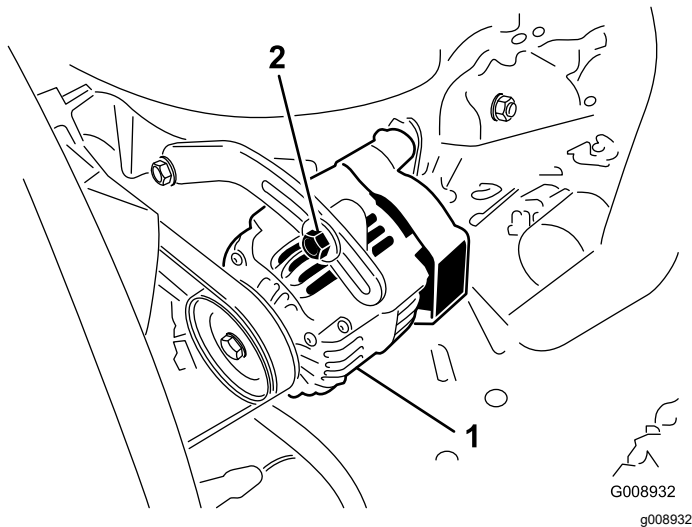

Figure 118
Vérifiez l'état et la tension des courroies (Figure 118) toutes les 100 heures de fonctionnement.
3. Si vous n'obtenez pas une flèche de 10 mm, desserrez les boulons de fixation de l'alternateur (Figure 118).